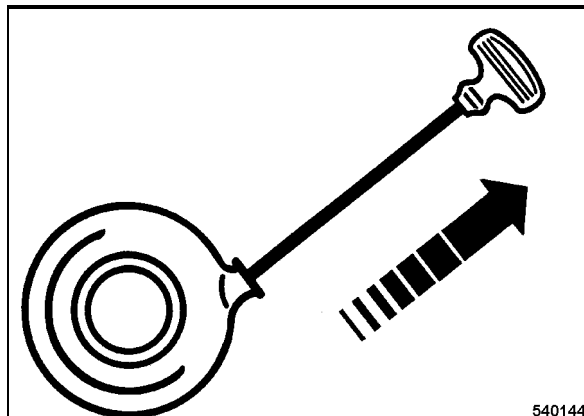

Fig. 15
- Tirar el cable por la empuñadura de arranque rápido y fuerte tanto hacia fuera como posible (Fig. 15).